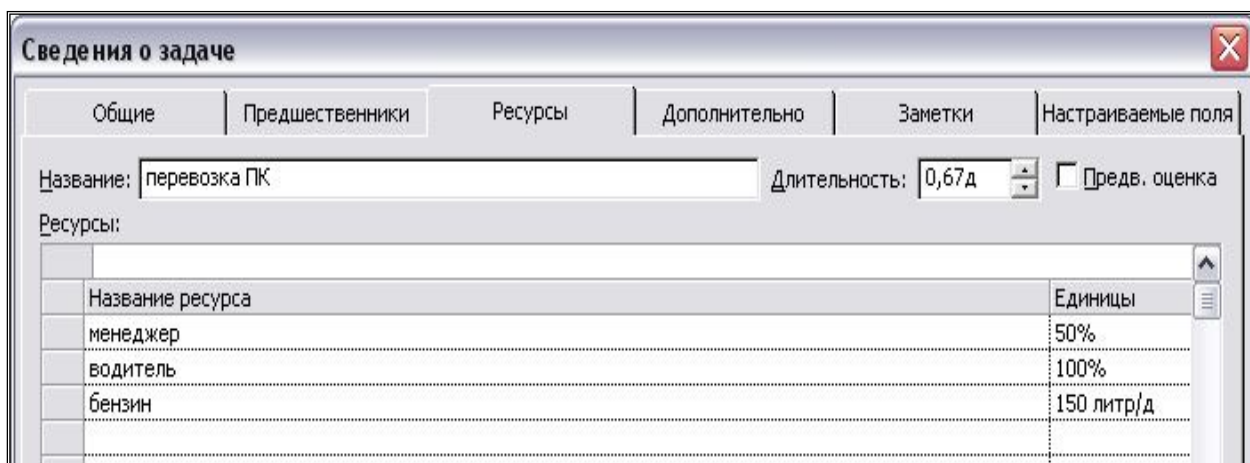

Рис. 17. Диалоговое окно «Сведения о задаче»
6. Выполнить назначения ресурсов в представлении **Диаграмма Ганта**, используя команду **Сервис - Назначить ресурсы**, или диалоговое окно «Сведения о задаче», вкладка **Ресурсы**. Если расход материала фиксированный, в поле **Единицы** укажите количество этого ресурса. Для ресурса «Бензин» в поле **Единицы** введите количество материала, расходуемого за единицу времени, затем через косую черту сокращенное название единицы времени, например «150 литр /д» (рис. 17).